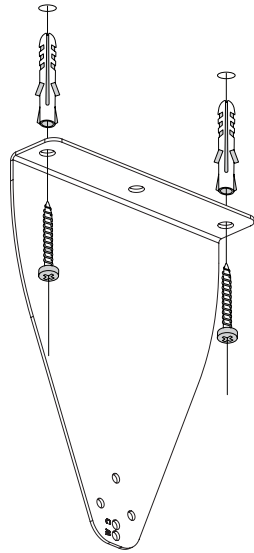

Fig.3
2. Установите прилагаемые монтажные скобы. Рис.3.